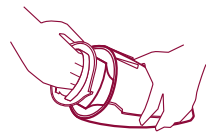

Fig. 12
- Extraer el soporte del filtro. (fig.12)